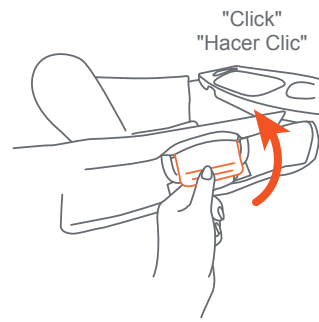

Fig. 7k
• **To uninstall the child seats:** Pull the plastic tabs outward and lift to remove (Fig. 7k).
- **Para desinstalar los asientos para niños:** Tire de las pestañas de plástico hacia afuera y levántelas para quitarlas (Fig. 7k).